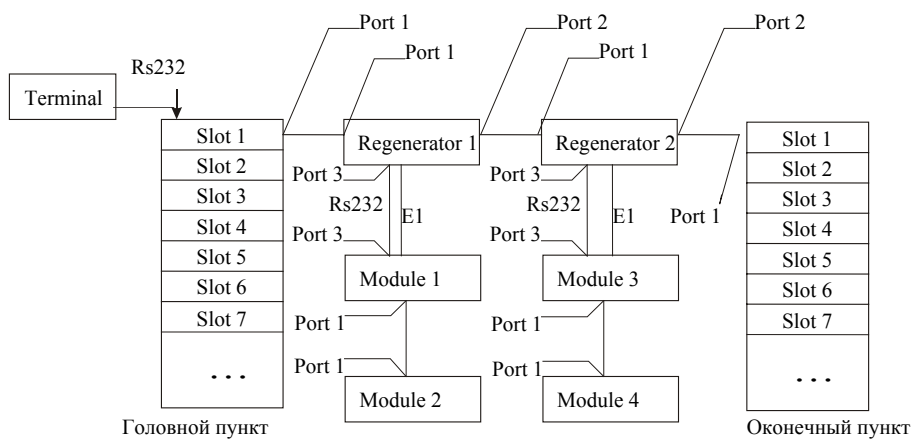

Рис. 1.37. Структура сети сложной топологии, реализованной с использованием оборудования MEGATRANS-3M и модулей семейства FlexGain
На рис. 1.37 показан пример сети с точки зрения управления.
2. Узлом является каждый из модулей системы (приемопередатчик или регенератор). Обозначения на рис. 1.37: Slot, Module, Regenerator).